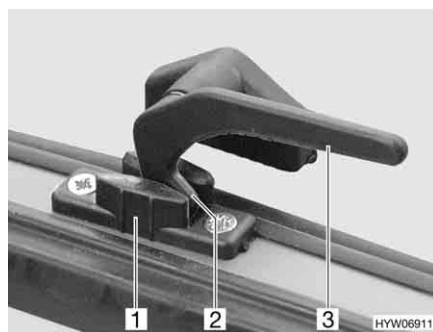

Bild 58 Låsarm i läget "kontinuerlig vädning"
- I läget "kontinuerlig vädning" (Bild 58)
- Sväng låsarmen (Bild 58,3) ett kvarts varv mot fönstrets mitt.
- Vrid tillbaka låsarmen. Därvid måste låsspaken (Bild 58,2) föras in i spåret på fönsterlåset (Bild 58,1).